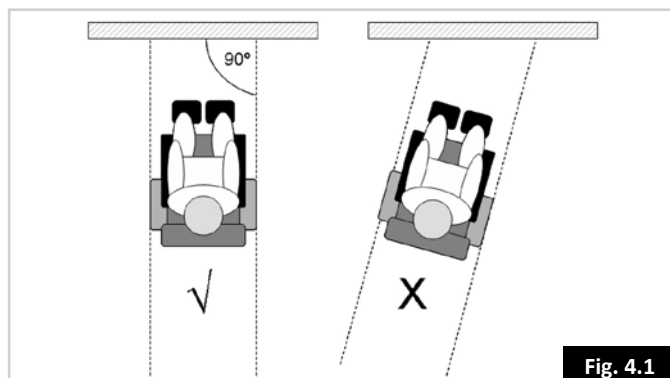

Fig. 4.1
4.5 Trottoarkanter, (Fig. 4.1):